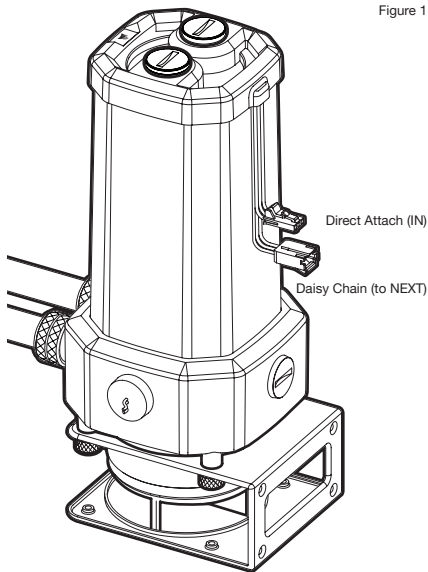

Figure 1
1. Определите правильный RGB разъем на блоке резервуара-насоса (Рис. 1).